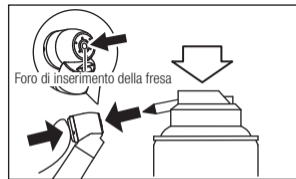

Fig. 13
- 2) Lubrificare il mandrino per 1-2 secondi direttamente attraverso il foro di inserimento della fresa. (Fig. 13)